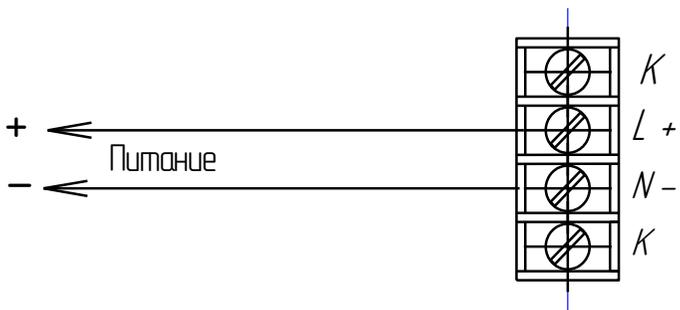

Рис. 5 Модуль клеммный Схема подключения
- вставить жилы двух проводов питающего кабеля в клеммные зажимы «Х1» модуля клеммного 1 (рис. 5: клеммы 2, 3) и плотно закрепить, завернув винты;